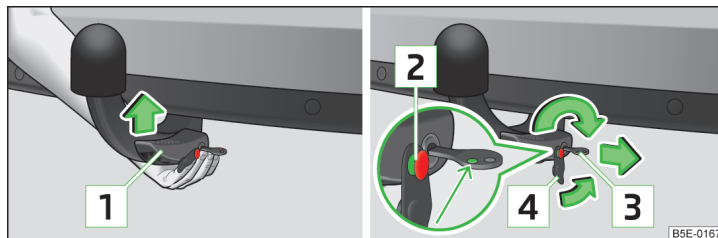

Fig. 155 Introducerea tijei cuplei / încuierea și așezarea capacului încuietorii
- Prindeți tija cuplei **de jos** » fig. 155 și introduceți-o în locașul de fixare până când se fixează cu zgomot » .